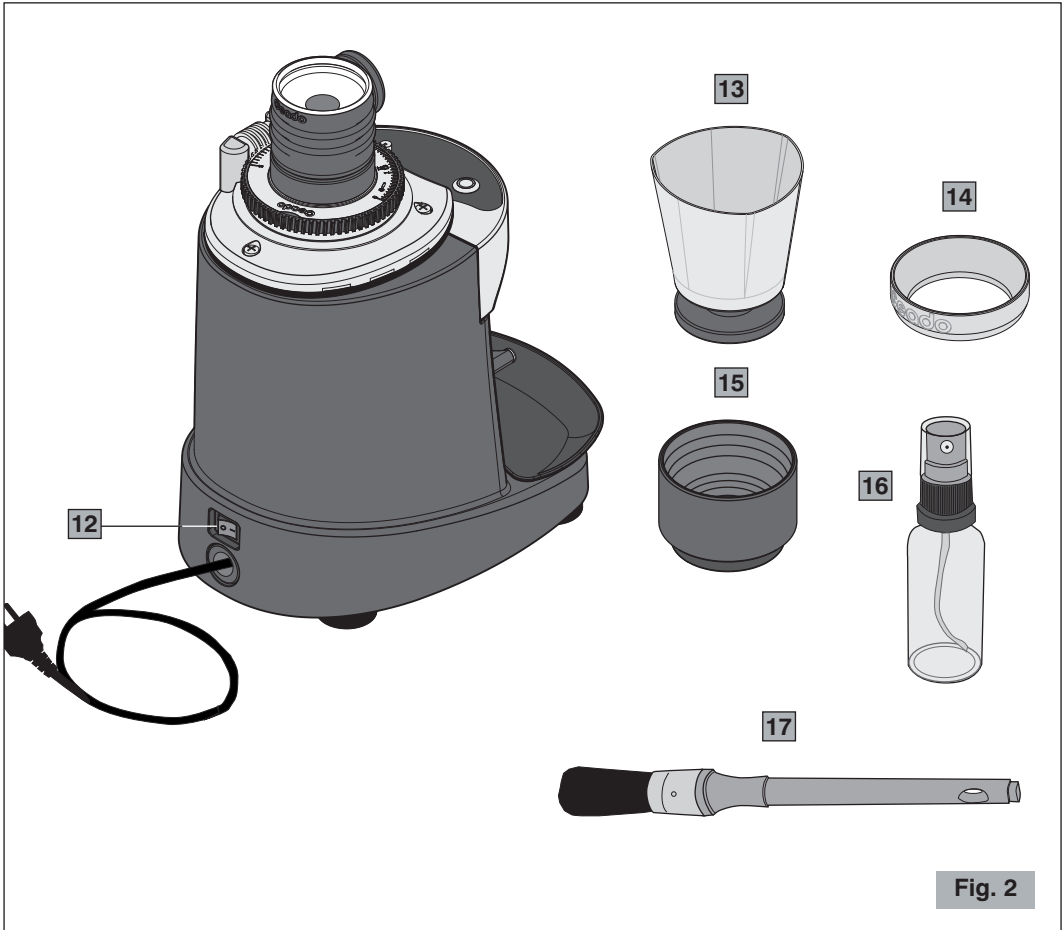
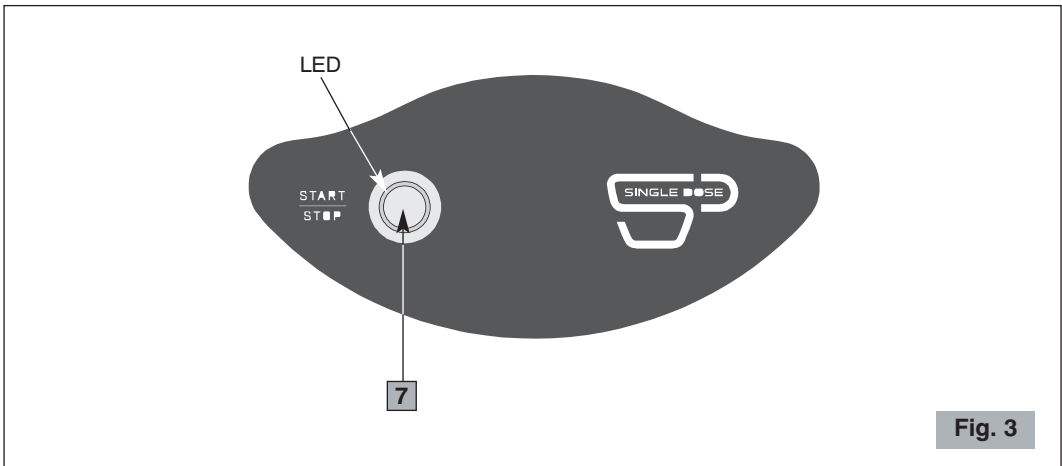

Fig. 2
Fig. 3
Componentes principales (Fig. 1, Fig. 2, Fig. 3)
Antes de conectar el enchufe a la toma de corriente, controlar que el interruptor ON-OFF (12 Fig. 2) esté en posición "O" de apagado.
- 1 Colocar el interruptor ON-OFF en la posición "I" (12 Fig. 2).
- 2 Preparar la cantidad deseada de café a moler dentro del mezclador (15 Fig. 2).
- 3 Colocar la copa porta-filtro sobre la horquilla (10 Fig. 1) (con o sin el embudo suministrado 14 Fig. 2). Si se desea echar el café en el contenedor suministrado, introducirlo con su base en la horquilla.
- 5 Para reducir la electricidad estática (presente sobre todo en algunos tipos de café) rociar 2-3 veces agua pulverizada con la botella spray suministrada en dotación (16 Fig. 2) sobre los granos preparados para el molido.
- 8 Quitar la cobertura de la boca de descarga (8 Fig. 1) y desprender el café molido restante con el pincel suministrado en dotación (17 Fig. 2).